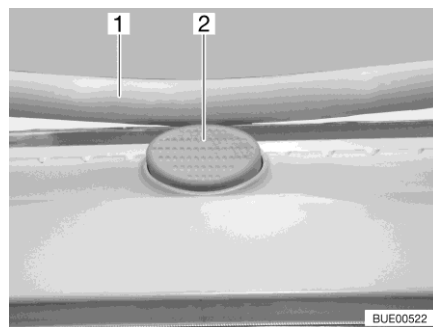

Bild 30 Sicherungsknopf (Kipp-Dachhaube)
- Den Sicherungsknopf (Bild 30,2) drücken und den Bügel (Bild 30,1) mit beiden Händen nach unten ziehen.
- Den Bügel mit beiden Händen nach oben drücken, bis der Bügel oberhalb des Sicherungsknopfes (Bild 30,2) liegt.